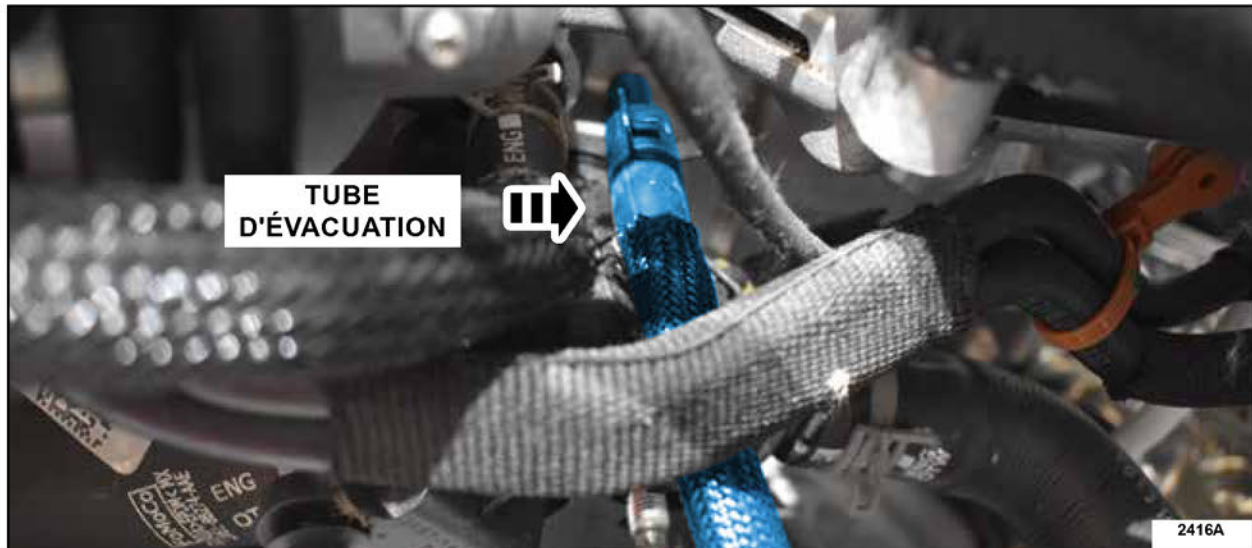

FIGURE 1
13. Un tube d'évacuation est-il présent? Voir la figure 1.